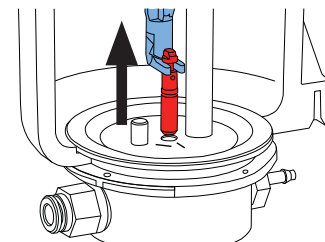

Fig. 11
- Afferrare l'ugello dosatore con l'attrezzo e sfilarlo verso l'alto (fig. 11).